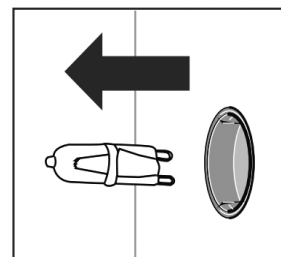

Рисунок 4
3. Извлеките лампу и замените ее на аналогичную. (Рисунок 4)